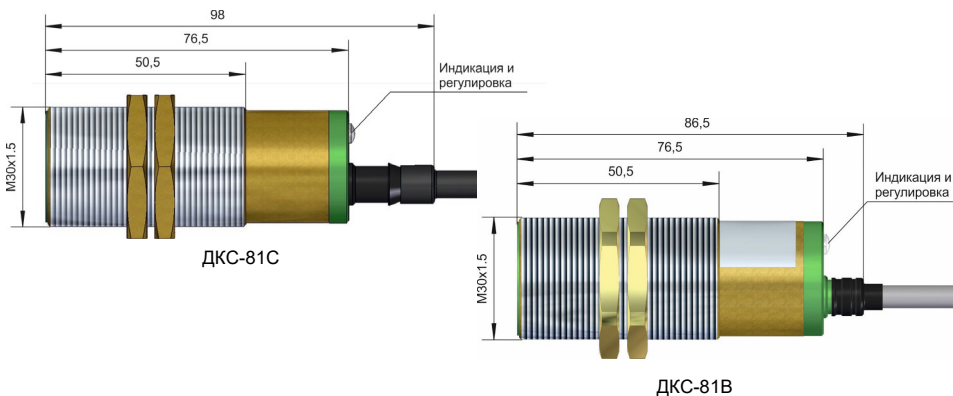

Рисунок 1 - Внешний вид и габариты ДКС
3.1 Датчик состоит из металлического корпуса, в котором размещена печатная плата с электронными компонентами. На крышке корпуса находится штуцер, через который выведен кабель подключения, индикация и регулировки (рис. 1). Для обеспечения механической прочности внутренняя полость корпуса залита компаундом.